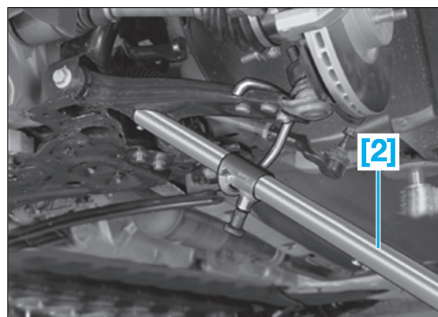

FIG. 13
- Déboîter à l'aide de l'extracteur [1] la rotule inférieure de triangle (4) du pivot.
- Désaccoupler totalement la rotule du pivot à l'aide du levier [2] (Fig.13).
- l'écrou de rotule de direction (13).
- la vis de bridage de l'élément de suspension dans le pivot (3).
- Déboîter à l'aide de l'extracteur [1] la rotule inférieure de triangle (4) ainsi que la rotule de direction (13) du pivot.